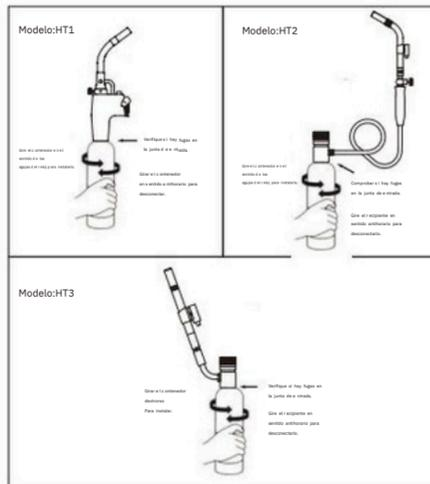

Figura 2 Montaje y desmontaje
- Instale un recipiente de combustible de propano o MAPP® en la conexión de entrada del soplete. Gire el recipiente en el sentido de las agujas del reloj (consulte la Figura 2).
- Después de conectar el recipiente de combustible al soplete, verifique que no haya fugas en la entrada de la articulación (ver Figura 2, página 5).